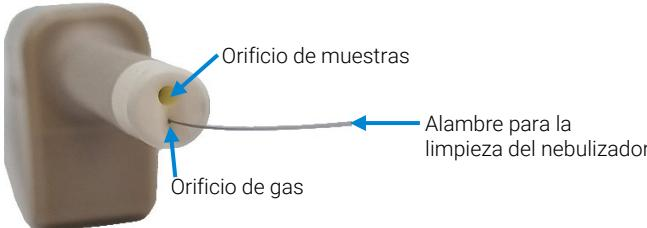

Figura 3 Limpieza del orificio del nebulizador inerte de surco en V Agilent para muestras con elevado contenido en sólidos disueltos totales (TDS)
- Alambre para limpieza del orificio de gas (véase la Figura 3)